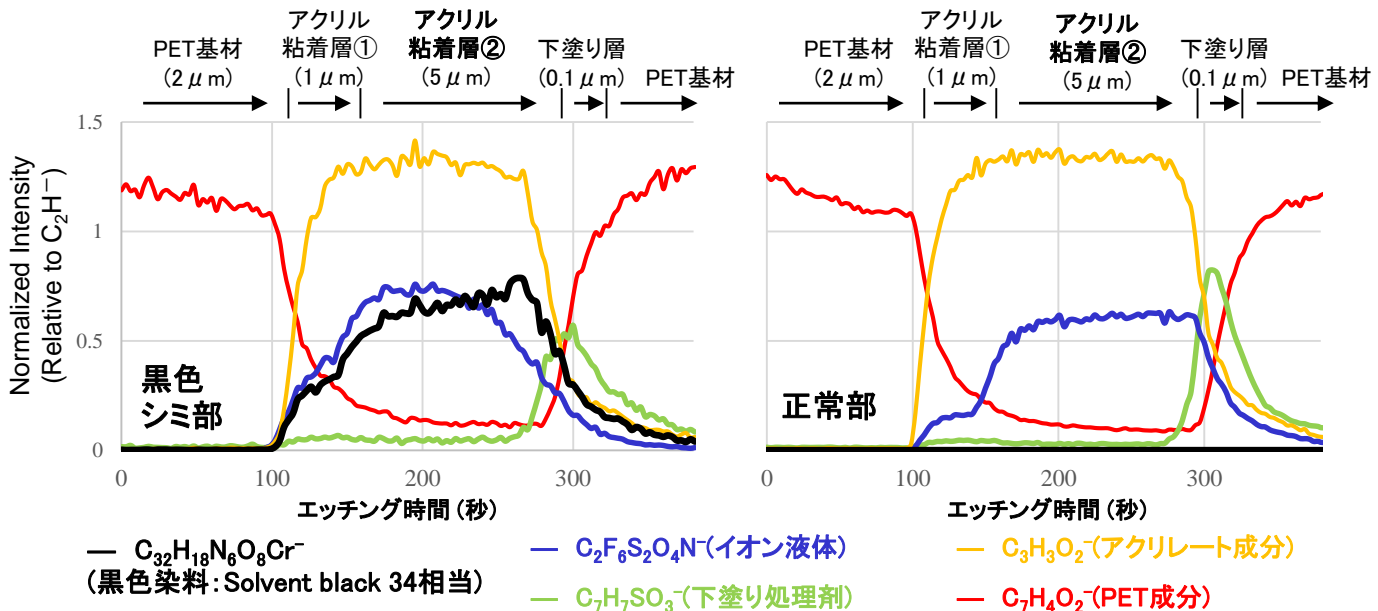

図3 TOF-SIMSデプスプロファイル(左: 黒色シミ部、右: 正常部)
TOF-SIMSデプスプロファイルから[図3]、黒色のシミは主にアクリル粘着層②に存在し、その成分は黒色染料(Solvent black34相当)であることがわかりました。また、その厚み方向に濃度分布があることもわかりました。